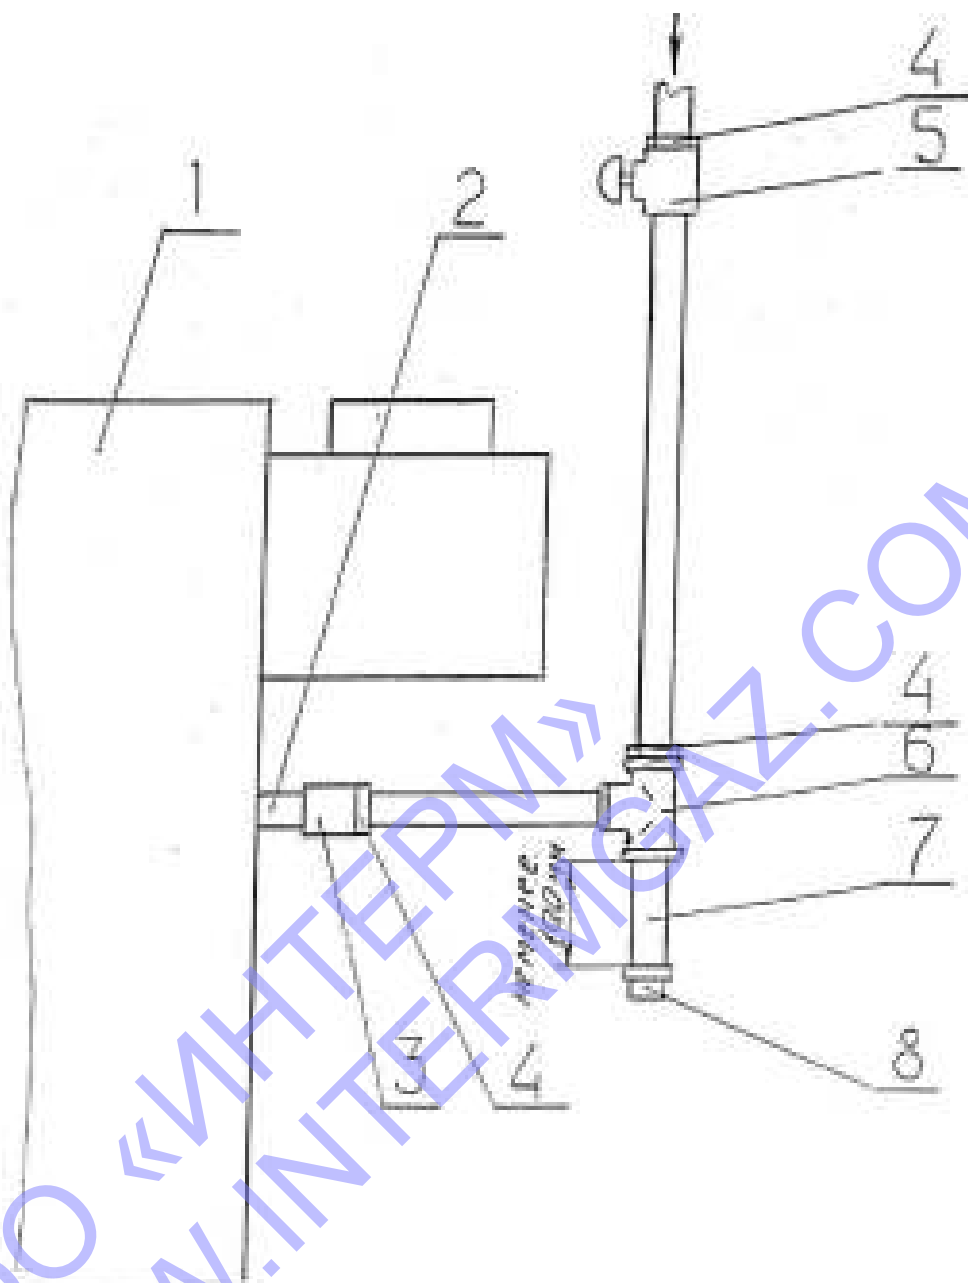

Рис.6. Схема подключения котла к газопроводу.
5.7. На газоподводящей трубе перед котлом обязательно должен быть установлен газовый кран, перекрывающий доступ газа к котлу / см. рис. 6 /.
5.8. Рекомендуется на входе газопровода в котел устроить ловушку- отстойник /см. рис. 6/.